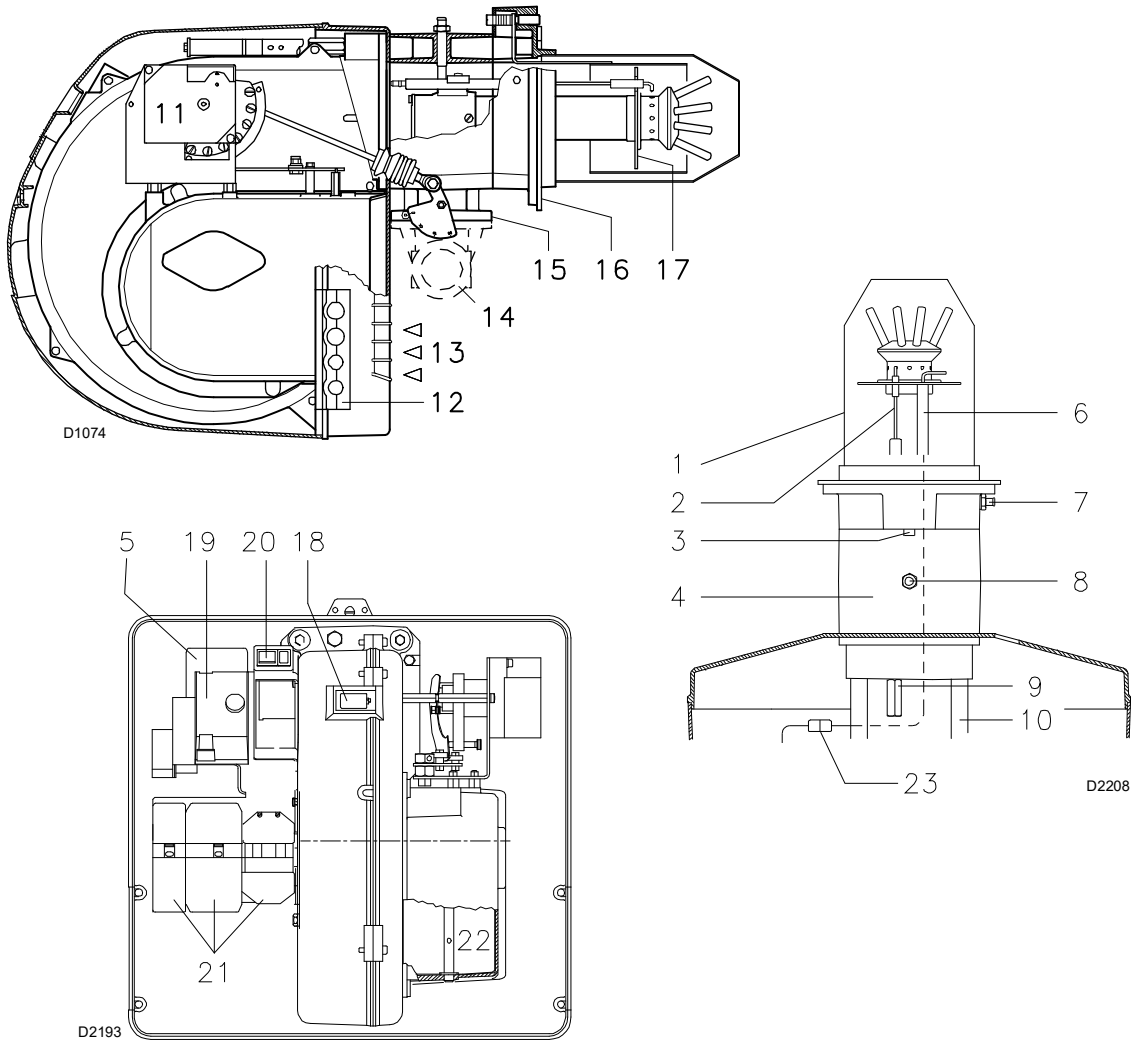

Abb. 6
► Das Aufleuchten des Druckknopfes des Steuergerätes, 19)(Abb. 6) weist auf eine Störabschaltung des Brenners hin. Zur Entriegelung die Taste drücken.